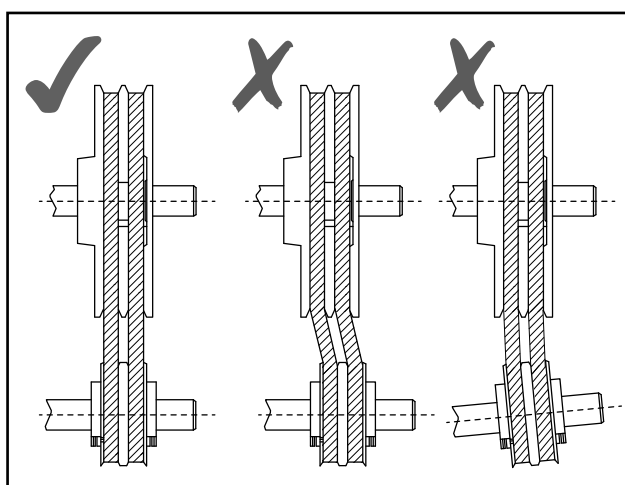

Figura 17 - Ajuste das polias
- 2º) Deslize-a ao longo do eixo, alinhando-a com a polia do motor. Verifique o paralelismo entre as polias. O centro das duas polias devem estar alinhados conforme mostrado na Figura 17.